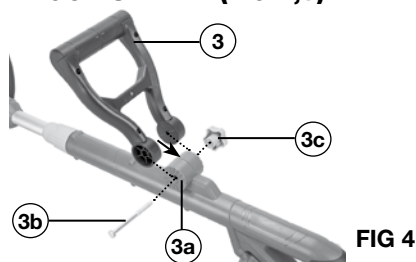

FIG 4
### INSTALACIÓN Y AJUSTE DEL MANGO AUXILIAR (FIG 4,5)
#### Para instalar el mango auxiliar (FIG 4)
1. Adjunte el mango auxiliar (3) a la base del mango (3a), como se muestra en la FIG 4. Asegúrese de que el mango encaje con las superficies dentadas en ambos lados de la base.